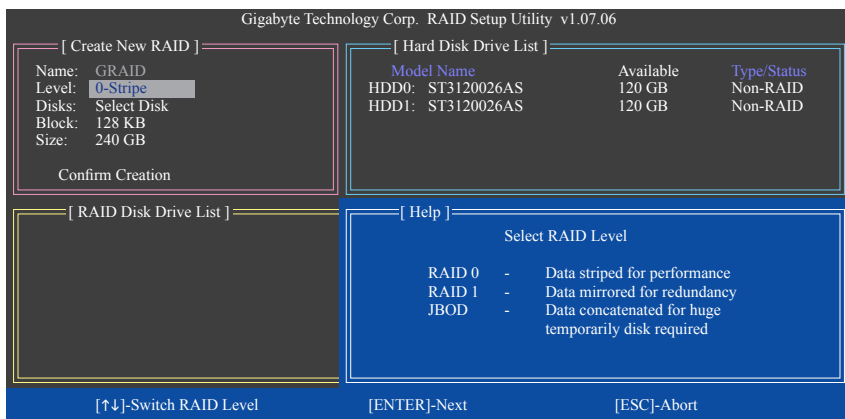

Figure 5
Le bloc **Create New RAID** affichera tous les éléments qui doivent être configurés pour créer une matrice (Figure 5).
2. **Sélectionner le mode RAID** : Dans l'élément **Level**, utilisez les touches flèches vers le haut ou le bas pour sélectionner RAID 0 (Stripe), RAID 1 (Miroir) ou JBOD (Figure 5). Appuyez alors sur <Enter> pour aller à l'étape suivante.